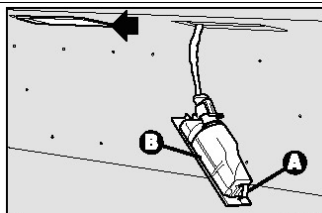

рис.40
□ Нажать плоской отверткой и защищенной мягкой ветошью на кнопку **A** - **рис. 40** и извлеките блок фонаря;